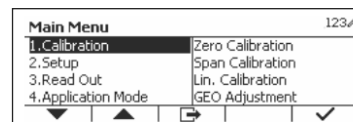

Figure 8
1. Exercez une pression longue sur le bouton  pour accéder au menu principal. (Voir Figure 8)